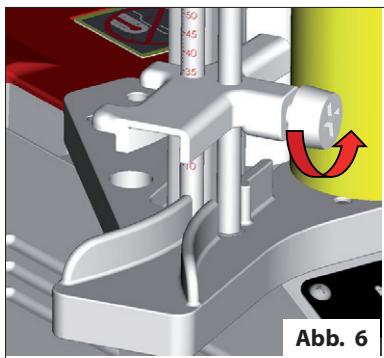

Abb. 6
- Schraube am Bandvorschubanschlag lösen (Abb. 6)